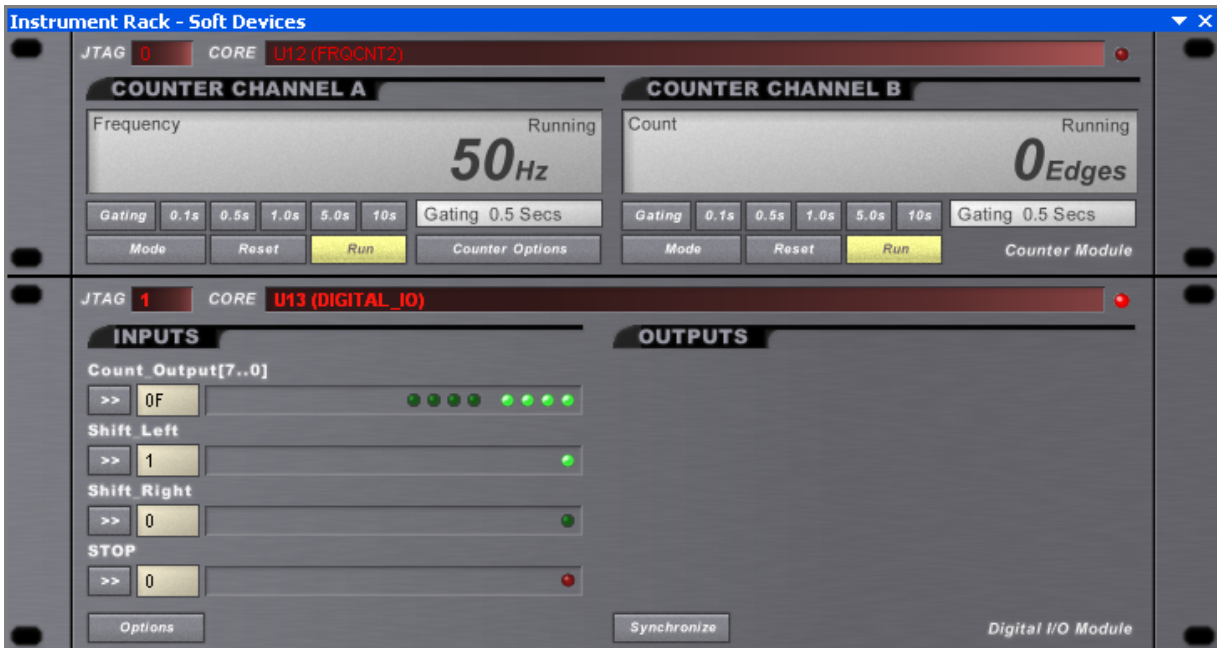

図 41 周波数カウンタとデジタル I/O モジュールの各計測器用コントロールパネル
4. 計測用のアイコンをダブルクリックして、関連する 2 つのパネルを **Instrument Rack – Soft Devices panel** に表示させます (図 41)。これらのパネルは必要なコントロールを提供し、計測器との対話をリアルタイムで表示します。